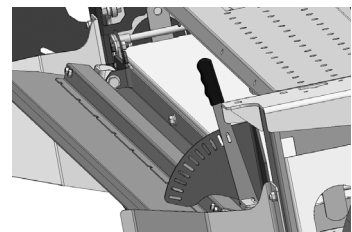

Figure 5
- 5) **Center Baffle Position.** See Figure 5